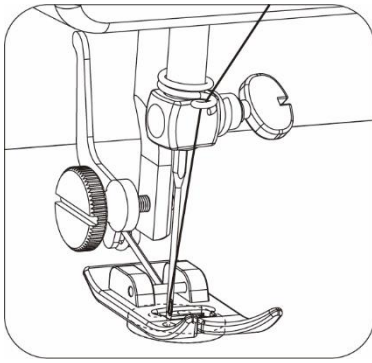

Abb. 24
3. Fädeln Sie den Faden korrekt in die Nadel ein, bevor Sie einen Knopf annähen. Schalten Sie die Maschine ein und nähen Sie den Knopf mit dem Fußpedal langsam an. (Abb. 24)